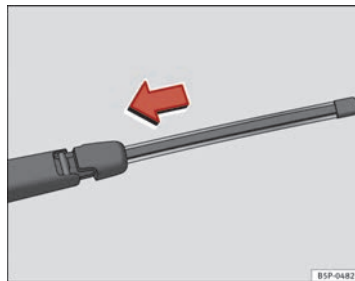

Fig. 188 Colocar la escobilla de limpiapuneta
- Sitúe la escobilla, tal como se indica en la ⇒ fig. 188 y deslice el adaptador hasta que encastre.